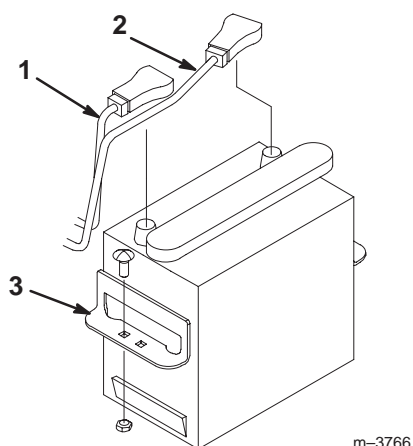

Bild 53
3. Entfernen Sie die Batteriehaltebügel (Bild 53).
4. Klemmen Sie das Minuskabel (schwarz) vom Batteriepol ab (Bild 53).
5. Klemmen Sie das (rote) Pluskabel vom Batteriepol ab (Bild 53).
1. Setzen Sie die Batterie in das Chassis ein (Bild 53).
3. Schließen Sie das Pluskabel (rot) am Pluspol (+) an (Bild 53).
4. Schließen Sie das Minuskabel (schwarz) am Minuspol (-) an (Bild 53).